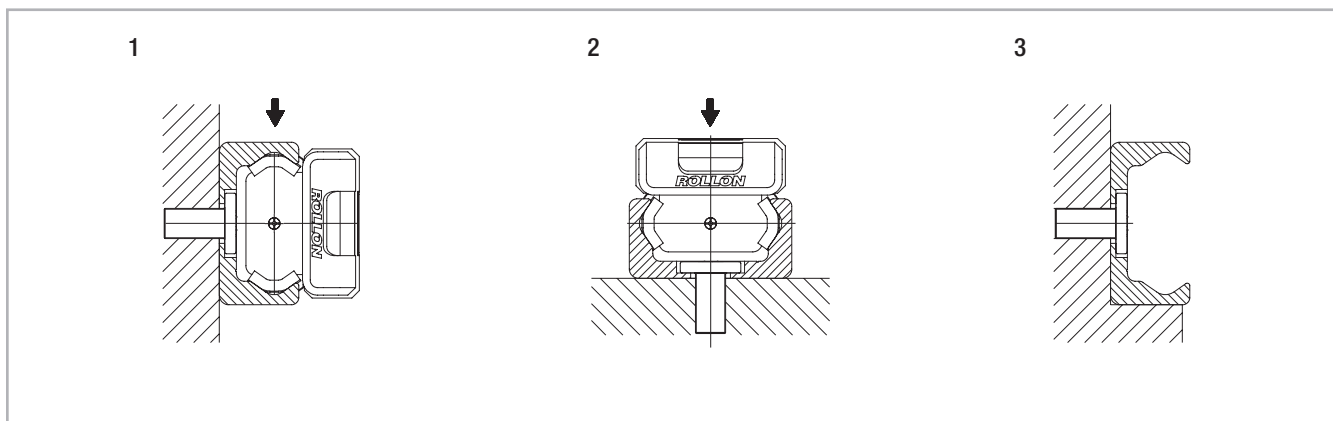

Fig. 154
Las guías T y K pueden montarse en dos posiciones según la fuerza externa. Para la carga axial del cursor (Fig. 154. pos. 2), la capacidad de carga se reduce por la disminución del área de contacto al cambiar la posición. Como consecuencia, las guías deben montarse de modo tal que la carga actúe en los rodamientos en dirección radial (Fig. 154, pos. 1). El número de agujeros de anclaje en la guía junto con los tornillos de clase 10.9 están dimensionados según los valores de la capacidad de carga. Para aplicaciones críticas con vibraciones o mayores requisitos de rigidez, es útil prever un soporte de la guía (Fig. 154, pos. 3).